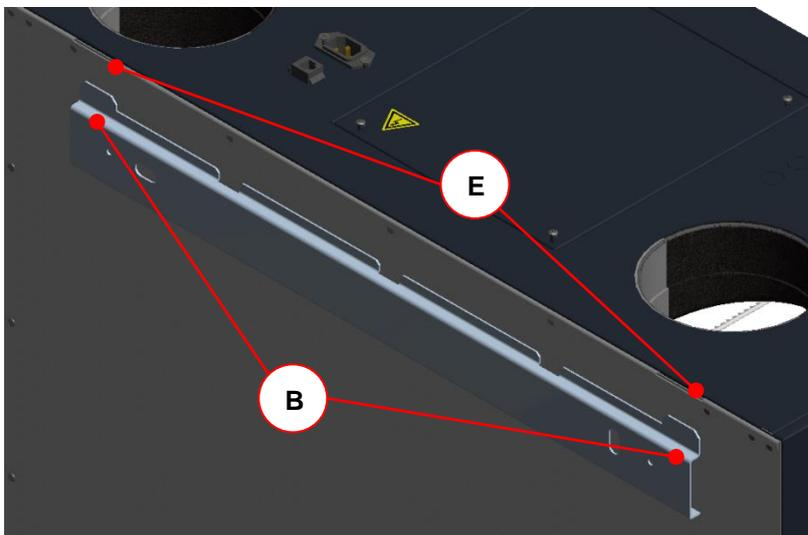

Abb. 20: Einhängen in das Befestigungsblech
6. Setzen Sie das FOCUS so auf den Montage-Sockel, indem die Laschen des Befestigungsbleches in die jeweils unten befindlichen Schlitzöffnungen des Falzes der Geräterückwand einhaken. Siehe hierzu Abb. 20.